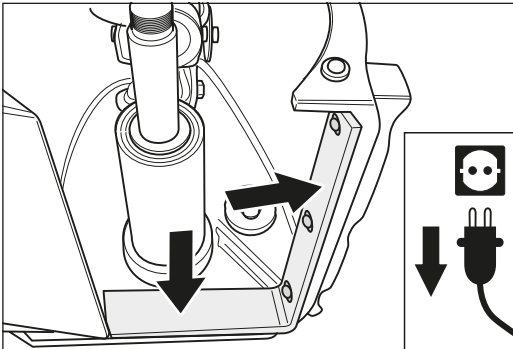

Fig. 38 Le feutre d'étanchéité ne doit présenter aucun endommagement ; remplacez-le au besoin.
- Veillez à ce que le feutre d'étanchéité ne soit pas endommagé ou usé (fig. 38).